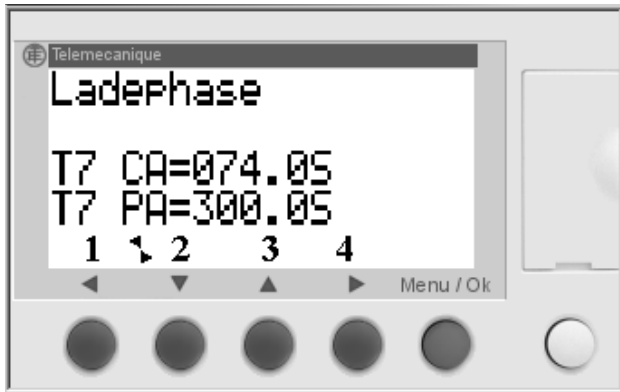

Bild 6
- 9.3** Bei erster Inbetriebnahme erscheint diese Anzeige (Bild 6). Die Steuerung befindet sich in der Ladephase und bleibt für die Dauer T7 gesperrt (Werkseinstellung 300s). Nach Ablauf der Zeit T7 springt die Anzeige selbsttätig in das Hauptmenü (Bild 1).